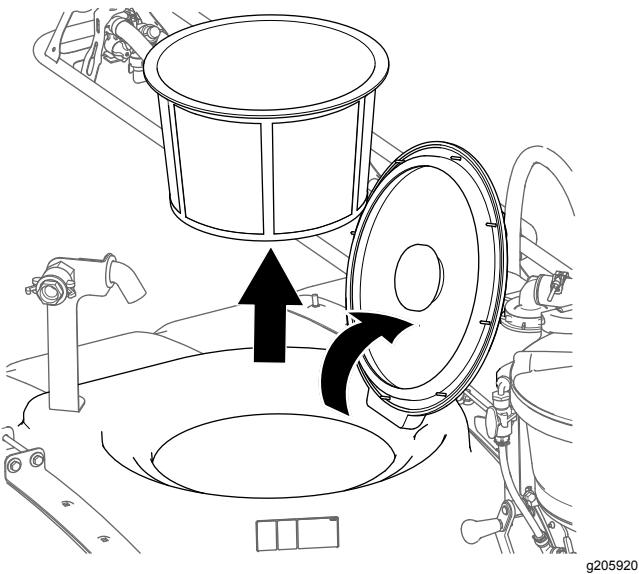

Figura 25
1. Abra a tampa do depósito de pulverização e retire o cesto do filtro (Figura 25).